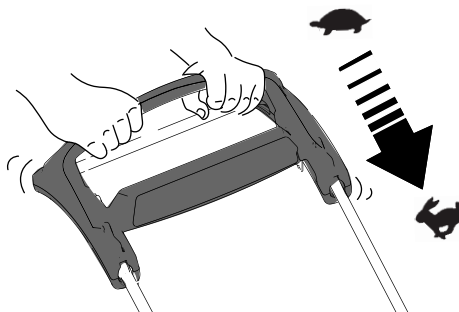

Figur 9
2. Sett inn elektrisk start-knappen i den elektriske startbryteren (A i Figur 9).
3. Klem inn knivkontrollbøylen og hold den mot håndtaket (B i Figur 9).
4. Trykk på elektrisk start-knappen, og hold den nede til motoren starter (C i Figur 9).